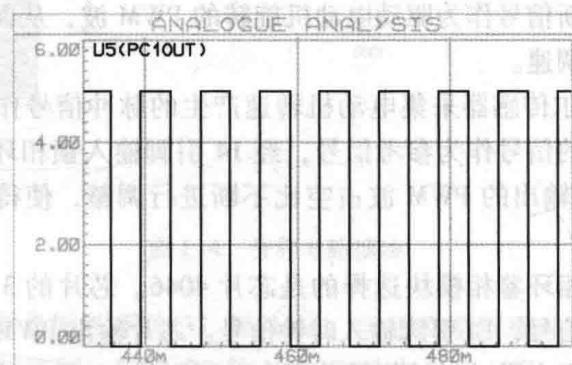

图 1-10 锁相环输出波形图 5
⑤ 输入比较信号为 128Hz 方波信号，如图 1-10 所示。